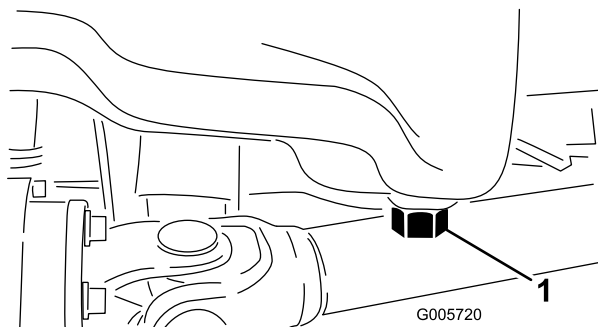

Figure 46
2. Ouvrez le capot. Placez un bac de vidange sous le carter en face du bouchon de vidange (Figure 46).